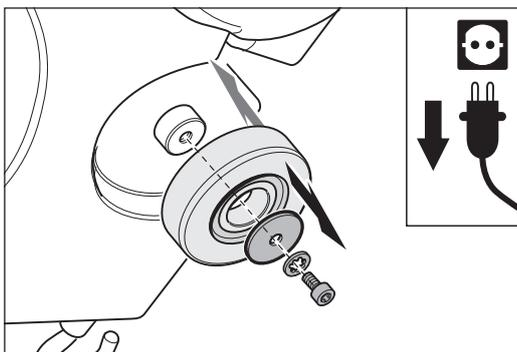

Abb. 55 Entfernen der Schraube mit den Scheiben in der Mitte des Rades und abnehmen des Seitenrades. Einbau in umgekehrter Reihenfolge.
- 4 Lösen Sie die Schraube in der Mitte des Rades und entfernen Sie die Schraube und die Scheiben (Abb. 55).